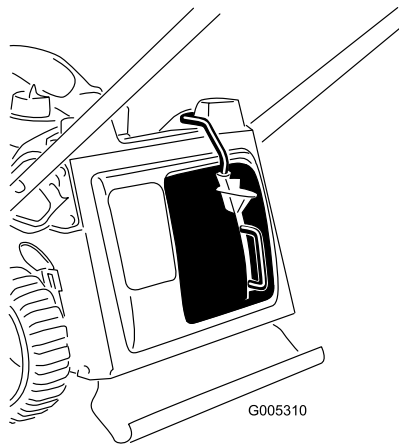

Figure 9
3. Relâchez le bouton sur le levier et vérifiez que le haut du levier est bien au fond du logement du contacteur (Figure 9). **Si le haut du levier n'est pas dans le logement du contacteur, votre tondeuse s'arrêtera quand la barre de commande de la lame sera engagée !**